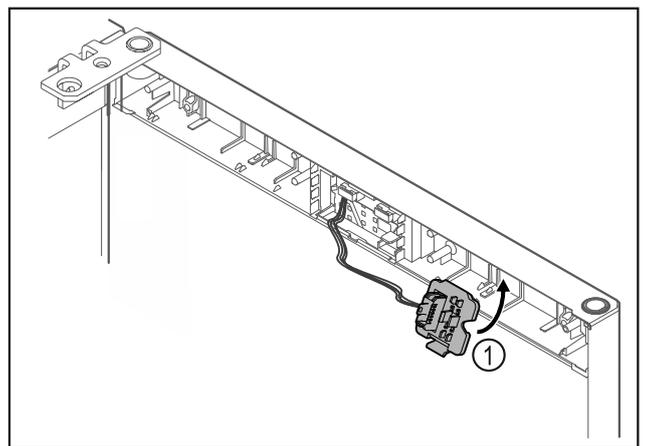

Fig. 17
- ▶ Установите и зафиксируйте держатель штекера Fig. 17 (1) на противоположной стороне.